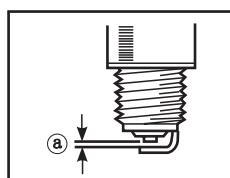

Рис. 10
**COBET:** Зазор свечи **a** (рис. 10) должен измеряться свечным щупом и при необходимости корректироваться согласно спецификации свечи.